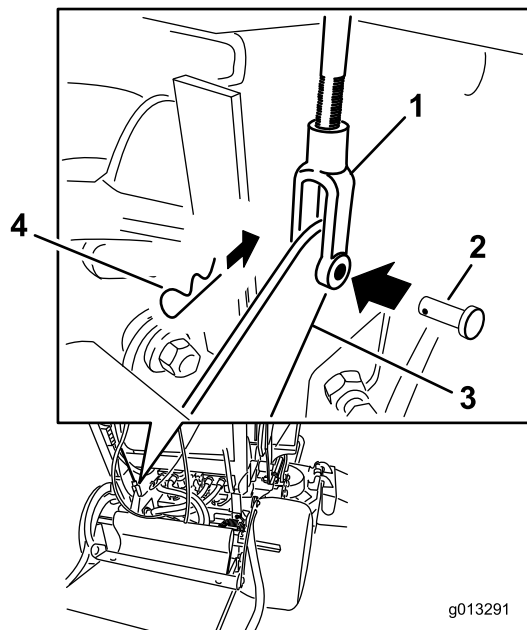

Bild 63
4. Entfernen Sie zum Einstellen der Bremse den Splint und den Lastösenbolzen vom unteren Bremshebel und dem Joch (Bild 63).
7. Befestigen Sie das Joch mit dem Splint und dem Lastösenbolzen am unteren Bremshebel (Bild 63).